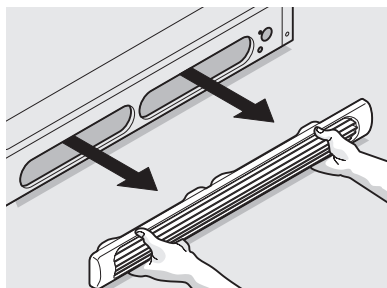

figure 1
1. Retirez la grille du bas (figure 1).